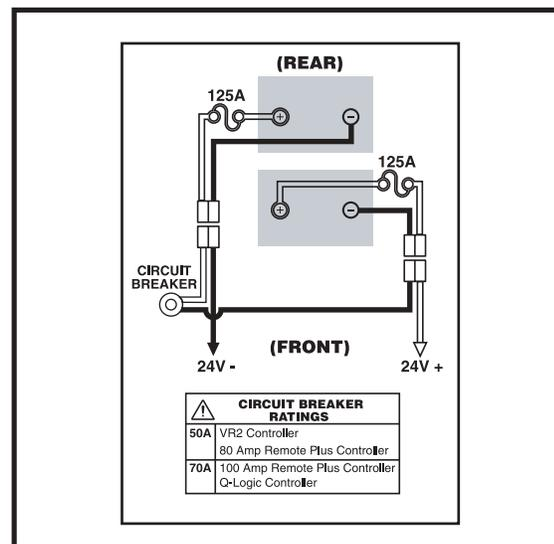

Figura 27. Diagramma cablaggio batteria
5. Localizzare i punti di scollegamento rapido sul telaio e scollegarli entrambi. Vedere figura 27.